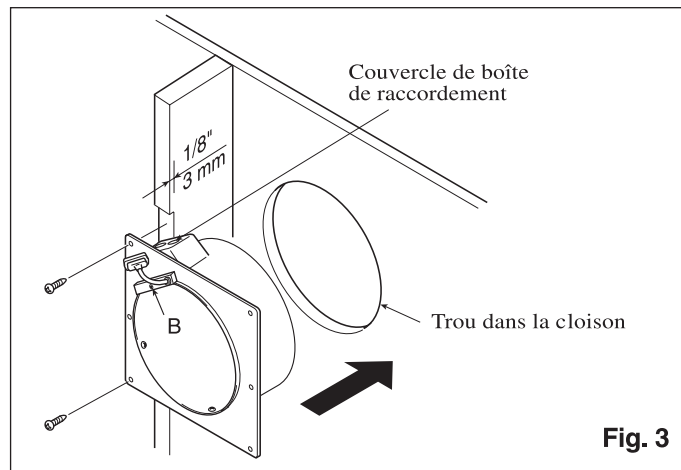

Fig. 3
3. Après avoir réalisé une entaille de 3 mm dans le montant, fixer la bride sur le montant de cloison avec les vis fournies (vis I) (voir Fig. 3).
4. Déposer la boîte de raccordement en enlevant la vis (B).